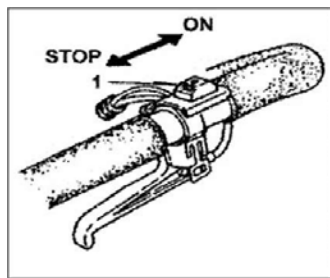

Рис.3
1. Установить выключатель зажигания (1) в положение ON (Рис.3).